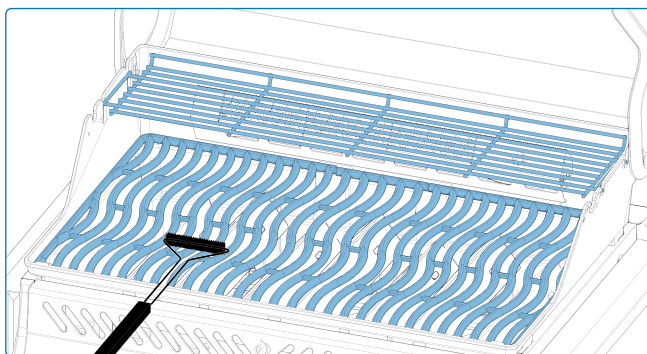

Fig. 8
- Reinig RVS grillroosters door de BBQ voor te verwarmen en met een RVSborstel het residu te verwijderen (Afbeelding 8).